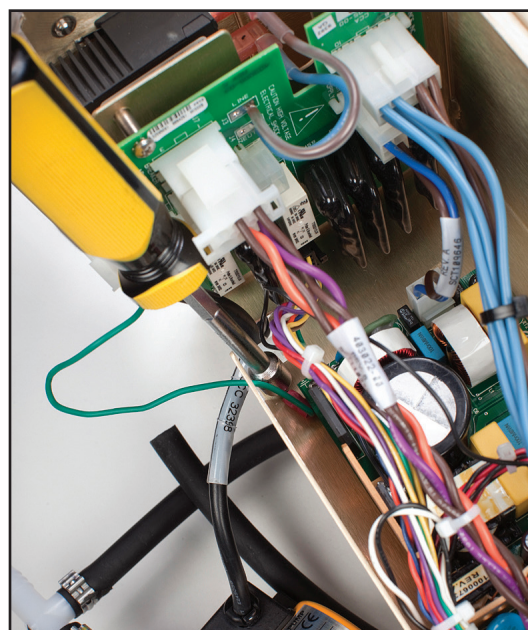

Abb. 8-40 Zu entfernender Erdungsanschluss; Position der Mutter ist angegeben (Schritt 3)
3. Entfernen Sie den Erdungsanschluss mithilfe des 5/16-Zoll-Steckschlüssels, indem Sie die in Abbildung 8-40 dargestellte Mutter abschrauben und entfernen.